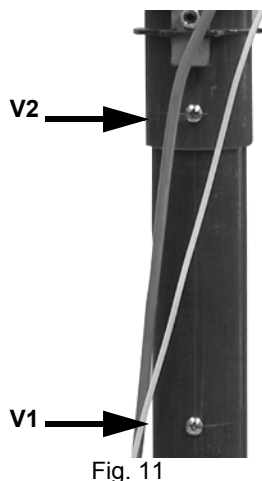

Fig. 11
- 1 Rimuovere le viti **V1** e **V2** indicate in Fig. 11.